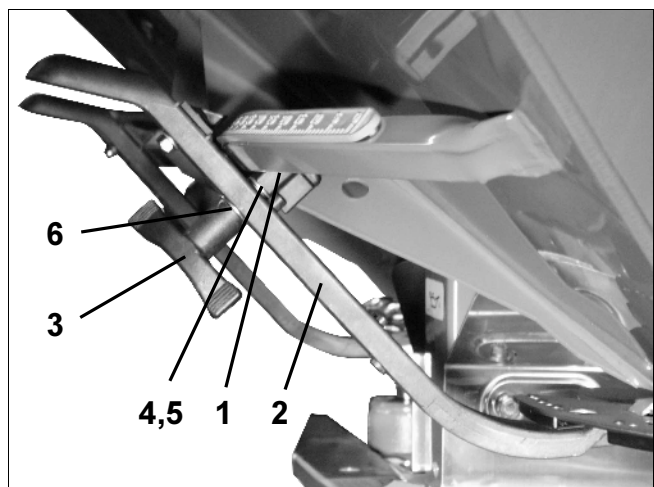

Fig. 106
- Rikta in klämanordningen (Fig. 106/1) för spjällinställningsarmen (Fig. 106/2) enligt följande:
- Demontera vingmuttern (Fig. 106/3).
- Dra ut skruven och flytta de båda distansbrickorna (Fig. 106/4) från baksidan (Fig. 106/5) och flytta dem till framsidan (Fig. 106/6).